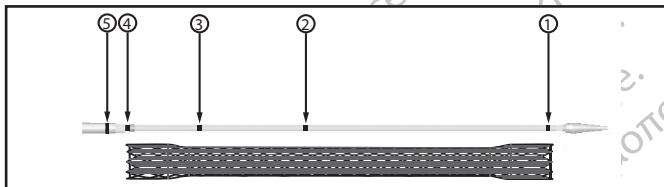
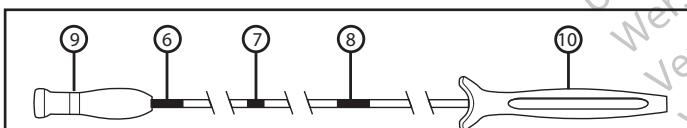

Figure 2. Système d'insertion et repères radio-opaques (RO)
Figure 3. Système de mise en place, repères visuels et poignées
Sur la poignée du système de mise en place, trois repères visuels facilitent le positionnement du stent sous contrôle endoscopique (Figure 3). Le repère visuel le plus distal indique la compression complète du stent dans le système de mise en place (Figure 3, n°6), un autre repère visuel indique le déploiement à 50 % du stent (point médian) (Figure 3, n°7) et le repère visuel le plus proximal indique le point auquel toute compression supplémentaire du stent n'est plus possible (Figure 3, n°8).
Cinq repères radio-opaques (RO) facilitent le déploiement du stent sous radioscopie (Figure 2). Les deux repères RO situés sur le tube interne du système de mise en place permettent de repérer les extrémités du stent comprimé (Figure 2, n°1 et n°4). Deux autres repères RO sont positionnés entre ces repères RO. Un repère RO indique le point médian du stent (Figure 2, n°2). Un repère RO sur le tube interne indique le point auquel toute compression supplémentaire du stent n'est plus possible (Figure 2, n°3). Le cinquième repère RO visible à l'extrémité antérieure du tube externe indique le niveau de déploiement du stent (Figure 2, n°5).
Lors de l'utilisation du guidage radioscopique, mettre le stent en place de manière à ce que le repère 2 (figure 2) soit au centre de la tumeur ou de la fistule. Dans cette position, le stent couvre correctement la tumeur.
Commencez le déploiement du stent en maintenant d'une main la poignée distale (la plus éloignée de l'utilisateur, Figure 3 n°9) du système de mise en place, de l'autre main, saisissez la poignée proximale (la plus proche de l'utilisateur, Figure 3 n°10) et maintenez-la dans une position fixe. Un hypotube avec des repères visuels se trouve entre ces poignées. Ces repères sont conçus pour faciliter le déploiement du stent. Avant de déployer le stent, vous pouvez voir un repère au niveau de la position entièrement comprimée/non déployée du stent (Figure 3 n°6).
Pour pouvoir déployer le stent, tenez la poignée distale (la plus éloignée de l'utilisateur, Figure 3 n°9) d'une main et, de l'autre main, la poignée proximale (la plus proche de l'utilisateur, Figure 3 n°10). Pour déployer le stent, tirez lentement la poignée distale vers la poignée proximale, tout en maintenant la poignée proximale dans une position fixe. Surveillez la libération du stent par radioscopie et/ou endoscopie, en gardant les repères situés sur le système de mise en place entre les bords de la sténose déterminés au préalable. Si nécessaire, il est possible d'arrêter le déploiement et d'ajuster la position du stent en direction proximale sans compression supplémentaire de celui-ci avant d'arriver au repère de fin de compression (Figure 3 n°8). Reportez-vous à la section Technique de compression supplémentaire. Si la position du stent est satisfaisante, procédez au déploiement complet.
- Le stent peut être comprimé une nouvelle fois à tout moment jusqu'aux repères de fin de compression (repère radio-opaque Figure 2 n° 3 et repère visuel Figure 3 n° 8).
Remarque : le stent est complètement comprimé lorsque le repère visuel (Figure 3, n° 6) est entièrement visible.
- C. Remettre le tube externe du système de mise en place dans sa gaine en poussant la poignée distale (Figure 3 n°9) loin de l'opérateur. Retirer lentement le système d'insertion et le guide.